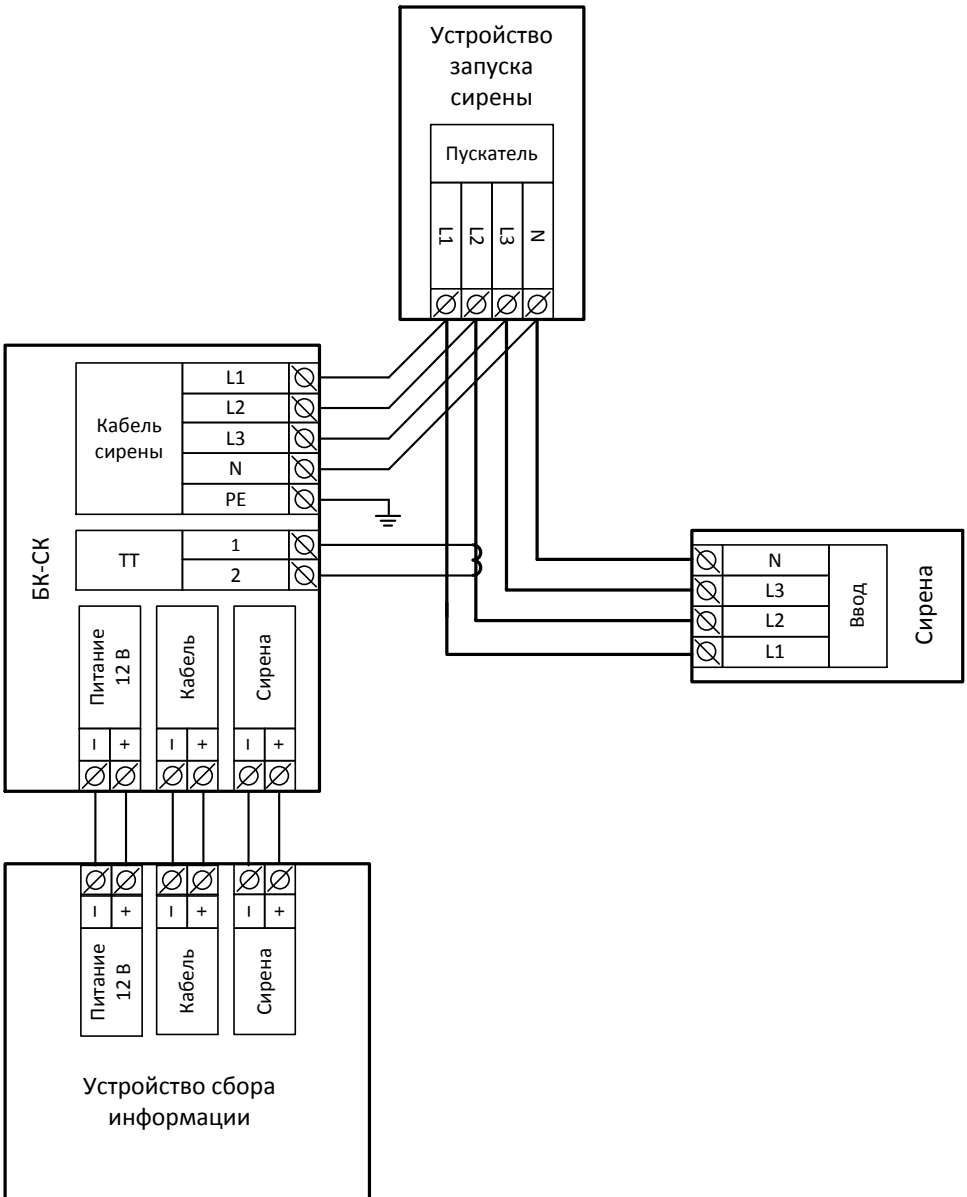

Рис. 1 Схема подключения.
- Выполните монтаж изделия согласно схеме показанной на Рис. 1.